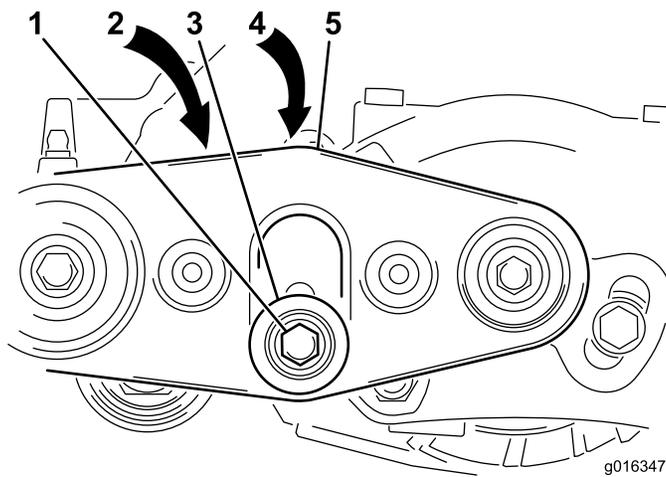

Figura 21
A. Allentate il dado esagonale e il bullone che fissano la puleggia tendicinghia al supporto spazzola destra; vedere Figura 21.